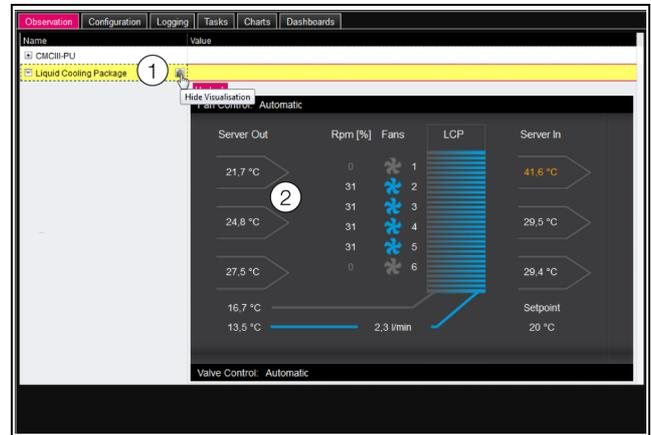

Abb. 118: Grafische Darstellung
Die Anzeige wechselt in die grafische Darstellung (Abb. 118) und alle Status und Drehzahlen der Lüfter, Temperaturwerte der Servereintritts- und -austrittsseite sowie die Regelmodi von Lüfter- und Wassersteuerung können auf einen Blick angesehen und durch Klicken auf die Grafik (Abb. 118, Pos 2) verändert werden.
Wenn nach Anwahl der Ebene „Liquid Cooling Package“ die grafische Darstellung (Abb. 118) vorgewählt ist, schalten Sie folgendermaßen auf die Baumdarstellung um:
- Drücken Sie das in Graustufen dargestellte „Grafik“-Symbol hinter dem Eintrag „Liquid Cooling Package“ (Abb. 118, Pos 1).